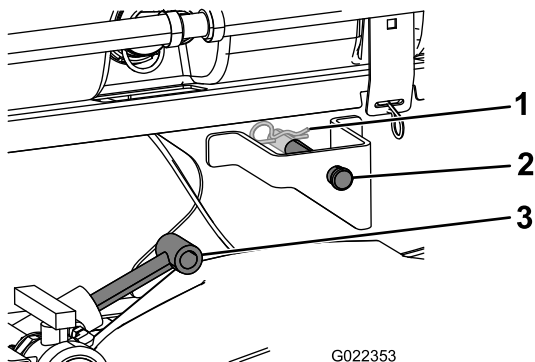

Figura 10
4. Extienda los cilindros de elevación hasta los soportes del patín del depósito, y alinee los brazos de los cilindros con los taladros de los soportes de los patines del depósito (Figura 10).